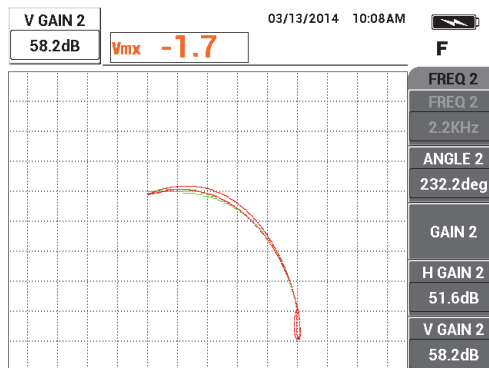

Abbildung 5-125 Einstellen der vertikalen Signalamplitude von FREQ 2
16. Drücken Sie erneut die Direktzugriffstaste GAIN (**dB**) und erhöhen Sie dann die vertikale Signalamplitude von Frequenz 2 (rot) bis sie exakt 4 Skalenteile über dem Nullpunkt hinausgeht (siehe Abbildung 5-125 auf Seite 231).